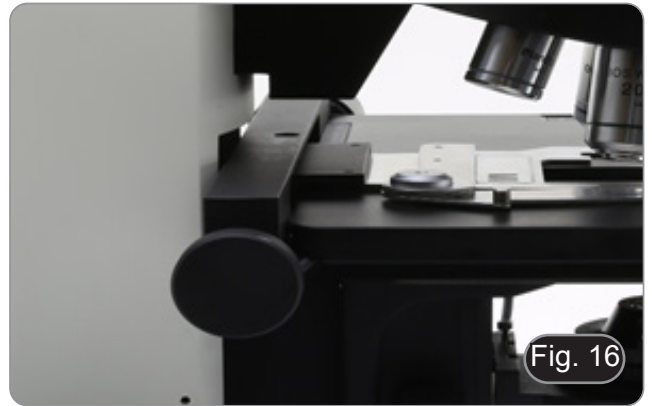

Fig. 15
2. Enroscar a objetiva no anel. (Fig. 15)